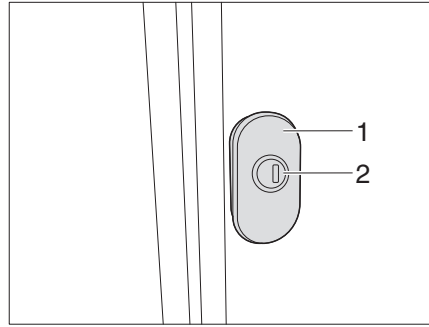

Fig. 51 Manopola di chiusura girevole (variante 1)
- Inserire la chiave nel cilindro della serratura (Fig. 51/52,1) e ruotare di un quarto di giro. La serratura dello sportello è sbloccata.
- Tirare la manopola di chiusura girevole (Fig. 51/52,2) e ruotare di 180° in senso antiorario. Lo sportello esterno è aperto.